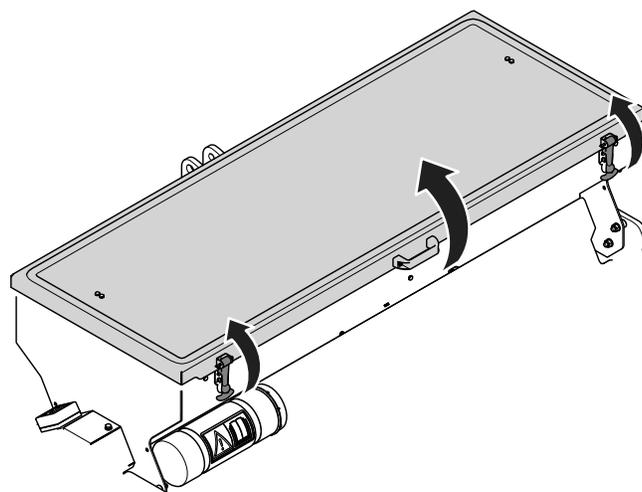

Figure 10
- Pour ouvrir le couvercle de la trémie, détachez les attaches en caoutchouc et soulevez le couvercle par la poignée (Figure 10).